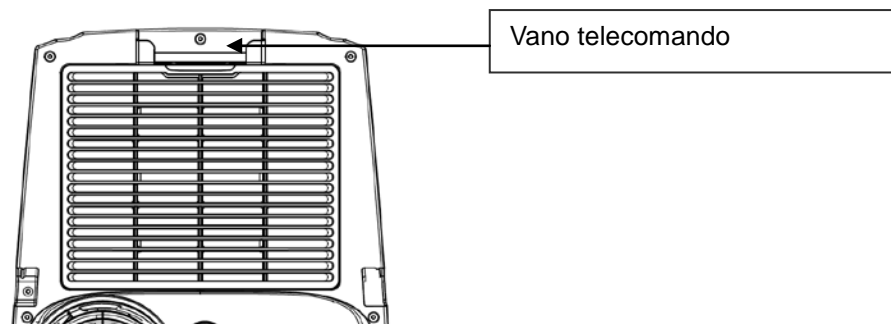

Figura 22
1) Rimuovi il telecomando (come in Figura 22).